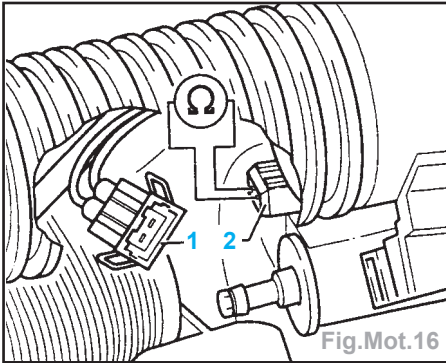

Fig.Mot.16
- Contrôler la résistance de tous les injecteurs sur le raccord (2) à l'aide du multimètre à main VAG 1526 et des câbles auxiliaires de VAG 1594 (Fig.Mot.16).